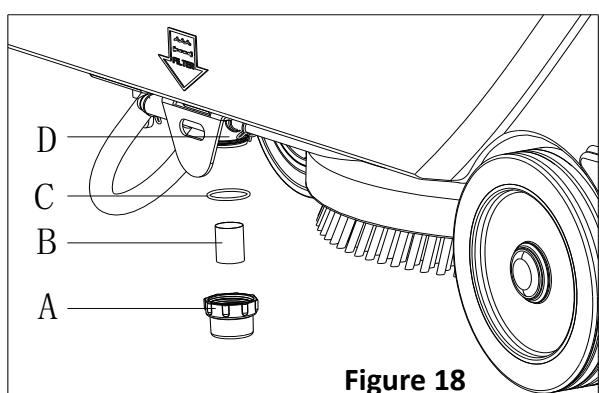

Figure 18
- Enlever le couvercle du filtre de solution (A, Figure 18) pour nettoyer le tamis du filtre (B) et puis les fixer de nouveau au support du filtre (D).